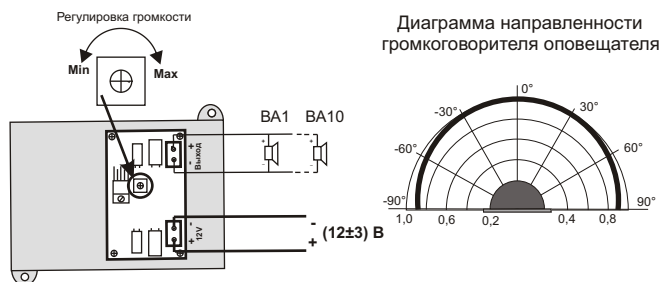

Рис.2 Схема подключения и диаграмма направленности Оповещателя.
- 2.7. Диаграмма направленности звука на рис.2 (п.5.3)
5.4. На рис.2 показана схема подключения и диаграмма направленности звука оповещателя.
5.1. Перед установкой необходимо проверить внешний вид оповещателя на наличие повреждений и проверить работоспособность следующим образом: подключить громкоговорители (от 1 до 10 штук), подключить источник питания (типа Б5-47) к клеммам оповещателя (рис.2), предварительно установив напряжение питания (12±3) В. При этом оповещатель должен выдать чередование текстового и звукового сигналов.